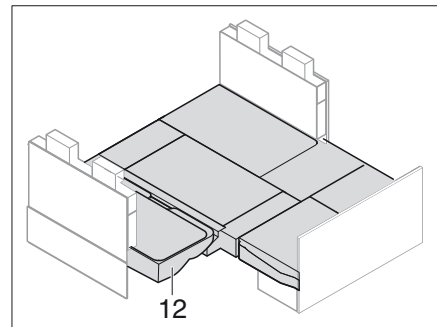

Bild 233 Efter ombyggnaden
- Sätt i sittdynor och sittförlängningar. Lägg ryggdynan (Bild 233,12) på extradynorna.